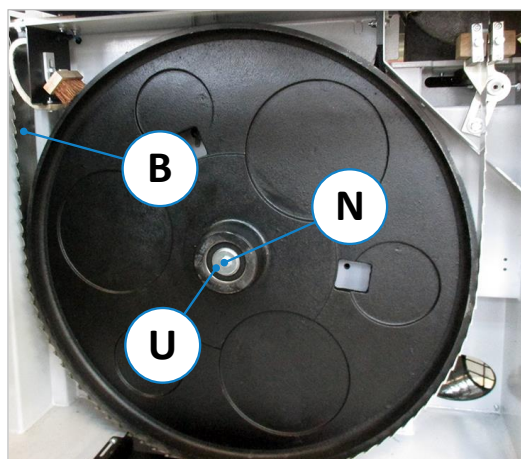

Figure 92 : remplacer la courroies
- Serrer l'écrou de serrage (S) sur la tige filetée (G) à l'aide d'une clé de serrage SW17 jusqu'à ce que la tension correcte de la courroie soit atteinte (voir aussi ⇒ Figure 92).
- Voir ⇒ Figure 92: Retirer la vis à tête hexagonale (N) et la rondelle (U) du moyeu de roue (pour cela, il faut une clé à fourche SW 19).
- Remonter la roue inférieure et la lame de scie à ruban (B), voir section ⇒ 11.3.
- Tendrer les courroies (procédure voir ⇒ 15.6) et resserrez les quatre vis du moteur (M).